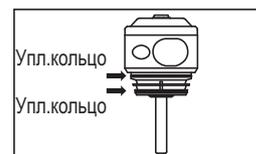

Рис.10
- Убедитесь, что уплотнительные кольца заняли правильное положение, и затем вставляйте картридж. (Рис. 10)
Изношенные или поврежденные кольца могут стать причиной утечки воздуха или воды. Замените уплотнительные кольца, как показано на Рис.10, если заметите, что вода попадает в подаваемый воздух.